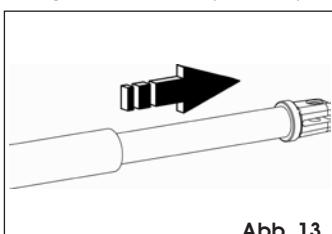

Abb. 13
4. Das Rohr vollständig bis zum Anschlag herausziehen (Abb. 13).